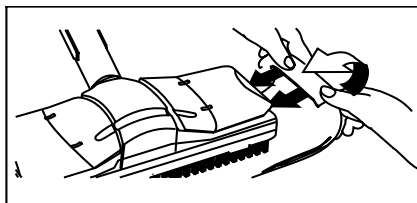

Abbildung 9
- ➔ Befestigen Sie das Bodentuch (H3) an der Bodendüse (H1). Falten Sie dazu das Bodentuch längs zusammen und stellen Sie die Bodendüse darauf. Ziehen Sie nacheinander die überstehenden Enden des Bodentuchs unter die Halteklammern (H2) (siehe Abbildung 9).